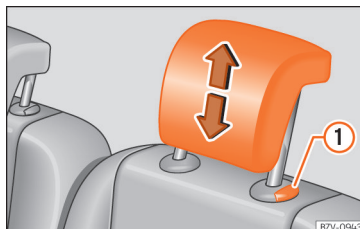

Abb. 134 Einbau der Kopfstützen der zweiten der dritten Sitzreihe.
- Kopfstütze bei gedrückter Taste » » » Abb. 134 ① ganz herausziehen.